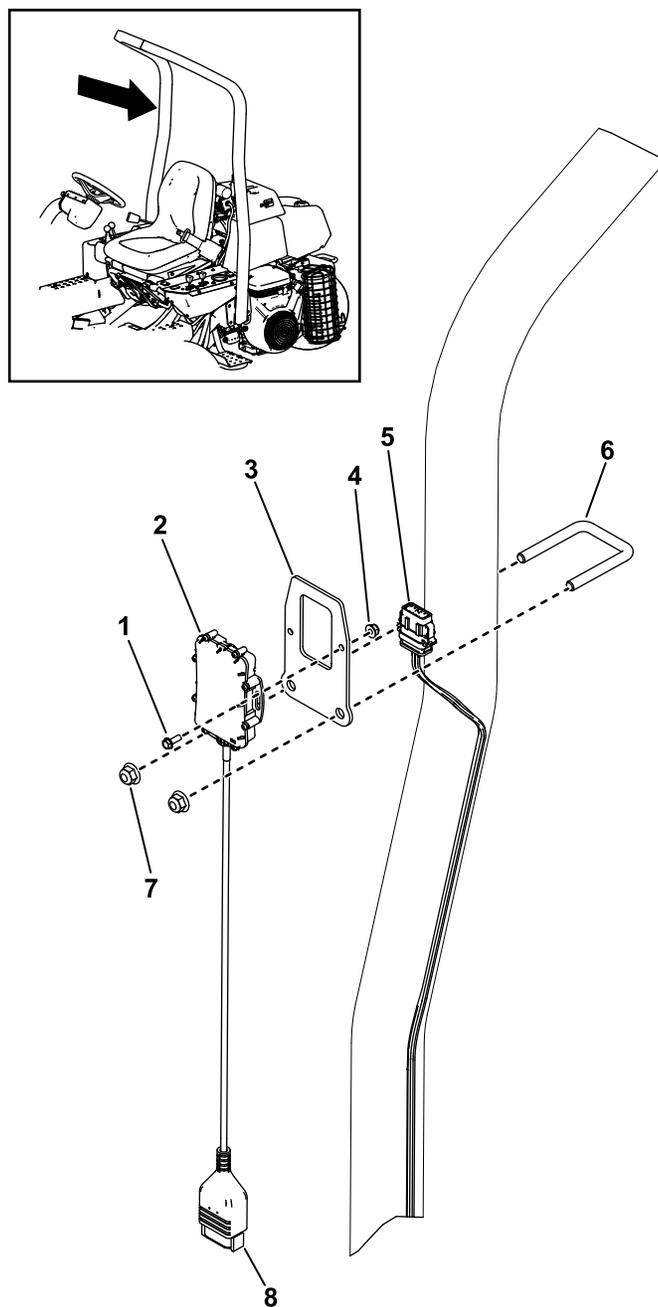

Figura 5
1. Utilice un perno en U y 2 tuercas ( $\frac{3}{8}$ " para sujetar el soporte del dispositivo a la barra antivuelco (Figura 5).
2. Instale el conector del dispositivo al conector del arnés de cables de la telemática marcado P02 (Figura 5).
Utilice 2 pernos (n.º 10) y 2 tuercas (n.º 10) para sujetar el dispositivo telemático al soporte del dispositivo (Figura 5).